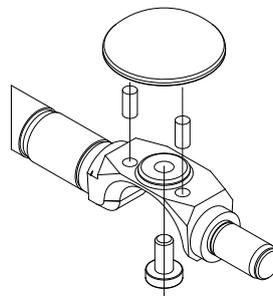

Fig.6-24.2 Instalação do dispositivo do eixo
**DN 25 série 02:** Certifique-se de que os dois pinos-guia estão encaixados no segmento esférico. Reinstale o parafuso (→ Fig.6-24.2).